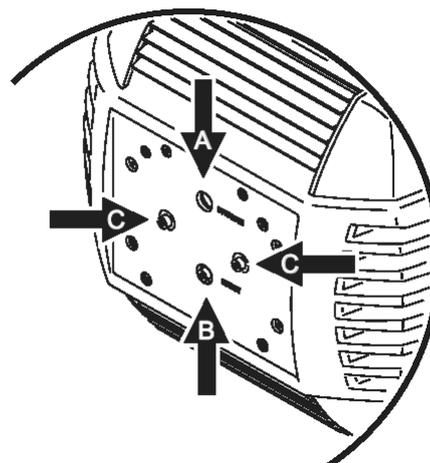

Рис. 5: Юстировка лампы
- Посмотрите на рис. 5. Вертикальное позиционирование фокуса производится при помощи регулировочного винта А. Горизонтальное позиционирование фокуса производится при помощи регулировочных винтов С.